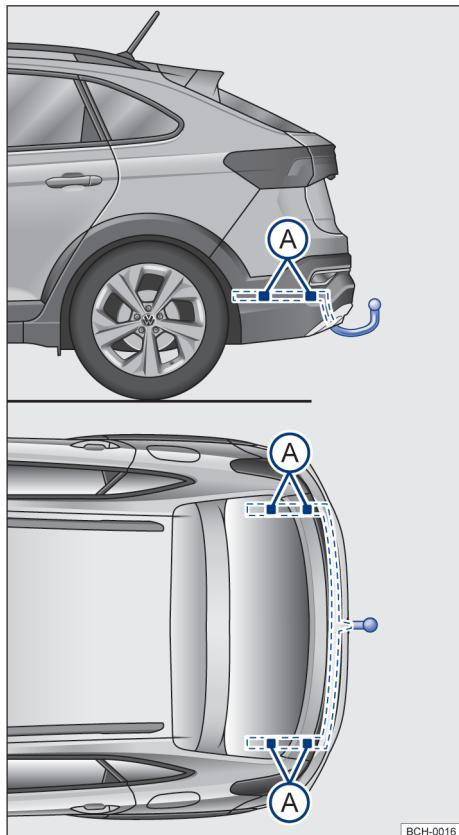

Fig. 153 Pontos de fixação para instalar um dispositivo de reboque posteriormente.
A figura → Fig. 153 ilustra, como exemplo, o ponto de fixação para instalar um dispositivo de reboque do modelo Nivus.
A montagem posterior de um dispositivo de reboque deverá ser efetuada de acordo com as instruções do respectivo fabricante do engate, sempre respeitando os pontos de fixação indicados na → Fig. 153 (A).